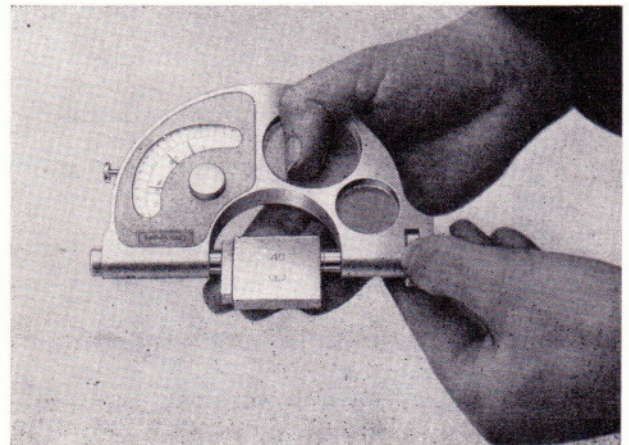

Bild 15
- Meßgerät mit geeichten Vergleichsmaßen auf das Grundmaß einstellen (Bild 15).